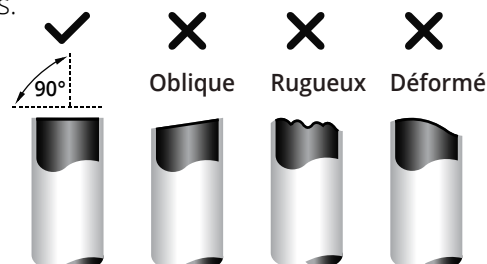

Fig. 5.1
3. Assurez-vous que le tuyau est coupé à un angle de 90°. Consultez la **Fig. 5.1** pour des exemples de mauvaises coupes.